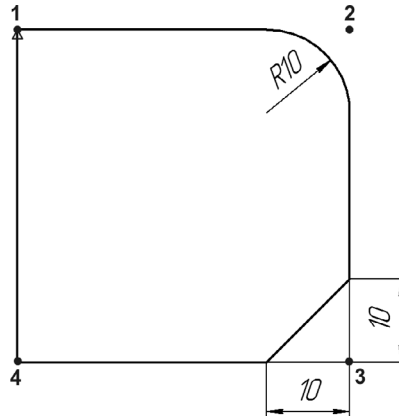

Рис. 59.58.
6. Постройте в вершине 2 скругление радиусом 10 мм (рис. 59.58), а в вершине 3 — фаску с размерами 10x45°. Размеры не проставляйте.